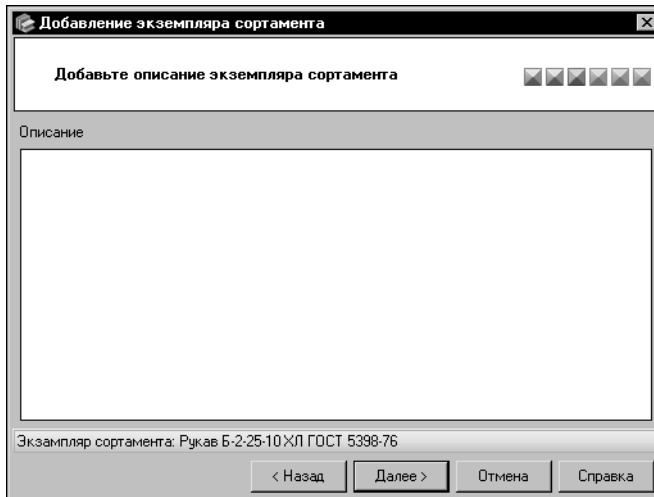

Рис. 6.61. Мастер добавления экземпляра сортамента: шаг 3
6.Окно третьего шага мастера (рис. 6.61) служит для ввода дополнительной информации об экземпляре сортамента.